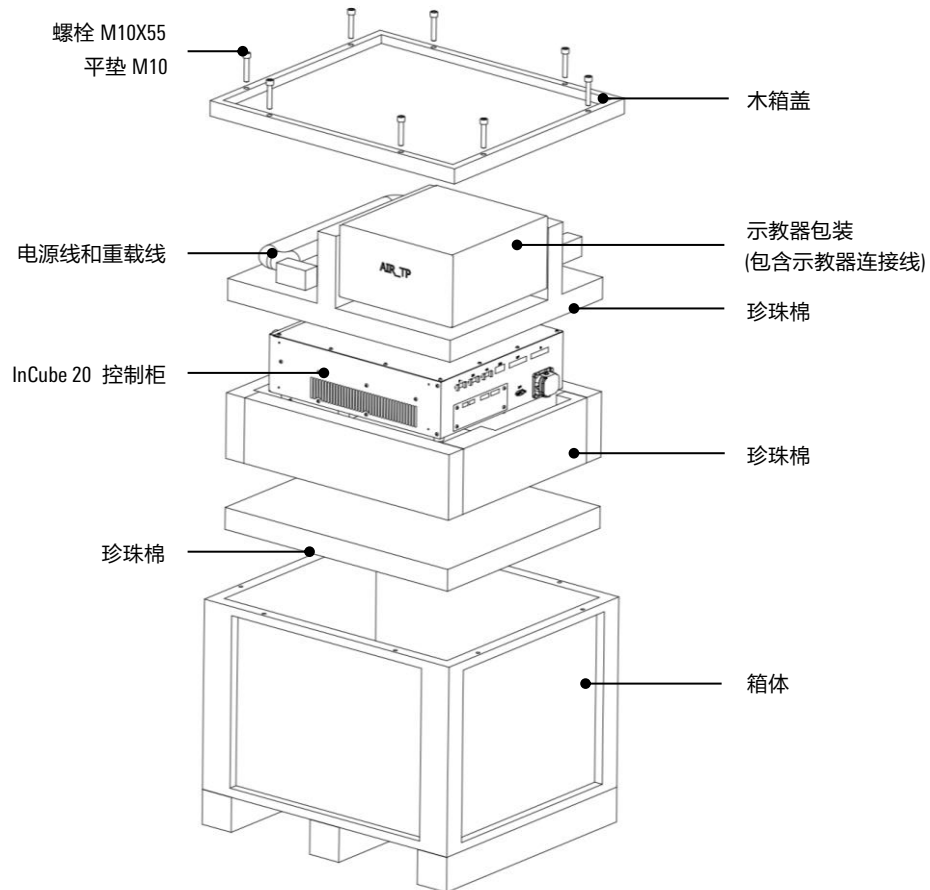

图 1-2 控制柜及示教器包装示意图
**示教器** 与控制柜的主控制系统连接，用于操控机器人手动/自动运行、记录运行轨迹、显示回放或记录示教点并根据示教点编程。控制柜及示教器包装示意图见图 1-2。